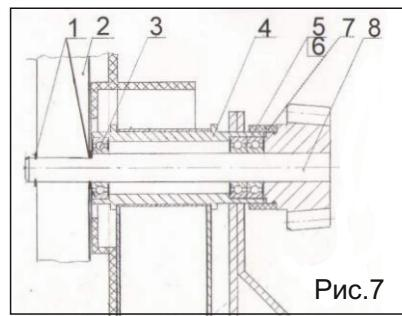

Рис.7
2.3. Зняти стопорне кільце 1 (Рис. 7), зняти шків (2) і зняти 2-ге стопорне кільце.